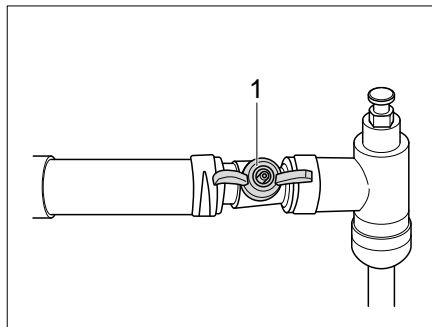

Bild 297 Absperrhahn Alde, geöffnet
- Absperrhahn (Bild 297,1) quer zur Rohrleitung stellen.
- Absperrhahn (Bild 297,1) parallel zur Rohrleitung stellen.